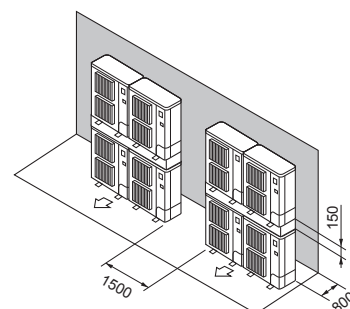

Fig. 2-15
- ⑦ Бөлшектелген блоктарды орналастыру (Fig. 2-15)